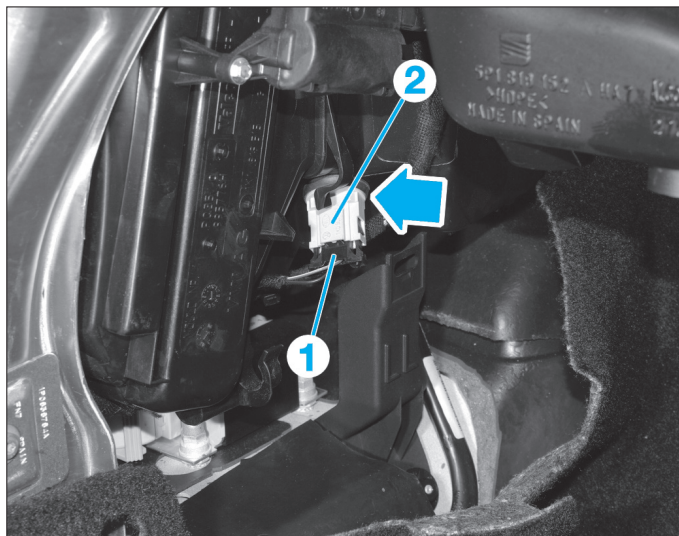

Fig. 49
- Débrancher le connecteur (1) du capteur (2) (Fig.49).
- Tourner le capteur (2) de 90° pour le déposer.